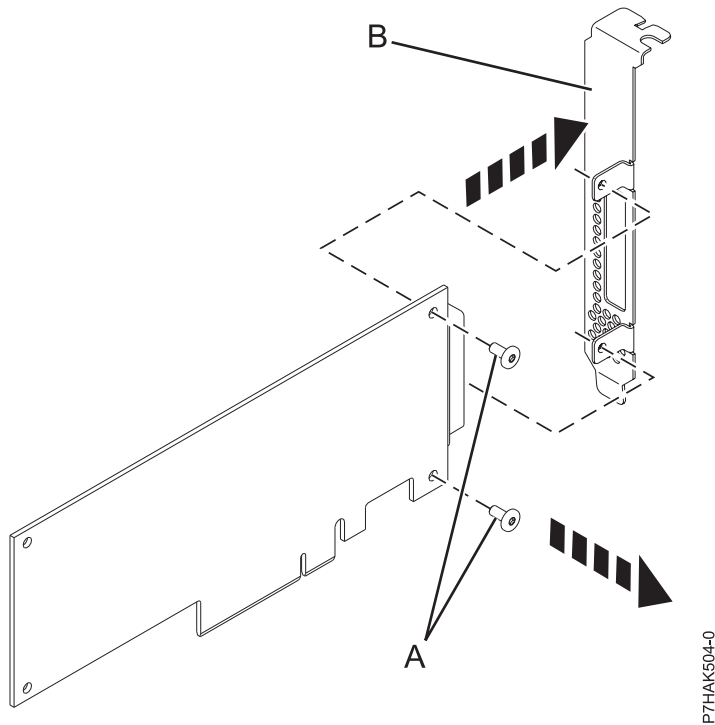

Figure 38. Retrait de la contre-poupée grand format d'une nouvelle carte PCIe
8. A l'aide d'un tournevis cruciforme, desserrez les deux vis de fixation **(A)** qui servent à fixer la contre-poupée grand format **(B)** à la nouvelle carte PCIe, comme illustré dans la figure 38, à la page 61.